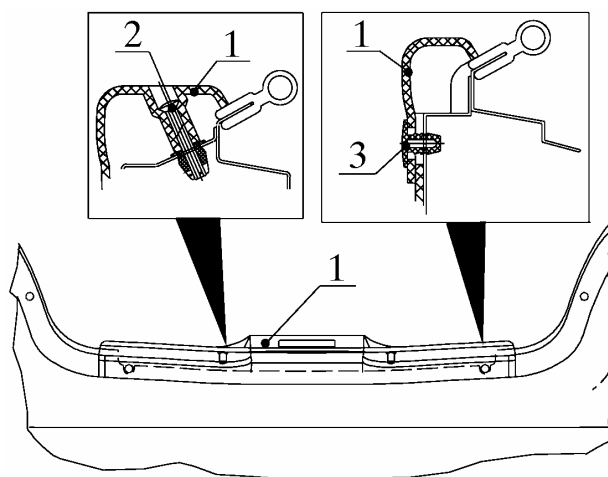

Рис. 1. Снятие обивки задней багажника :
3.1.1. Снять обивку 1 заднюю (рис. 1) багажника, отвинтив два винта 2 и сняв два пистона крепления обивки